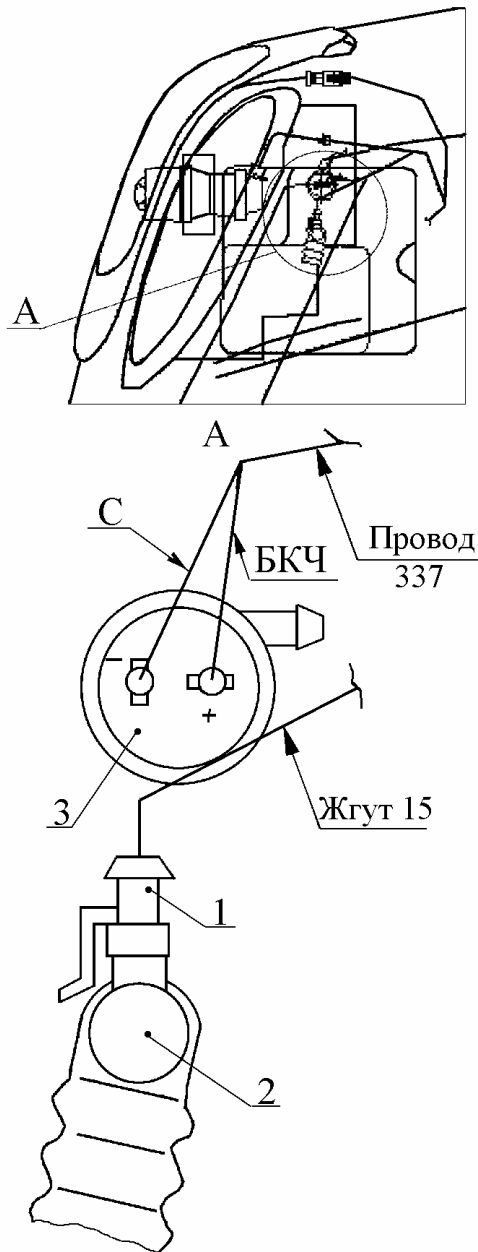

Рис. 26. Отсоединение проводов от датчика уровня омывающей жидкости и электродвигателя стеклоомывателя:
4.21. Снять гнездовую колодку 1 (рис. 26) жгута 15 с датчика 2 уровня омывающей жидкости.